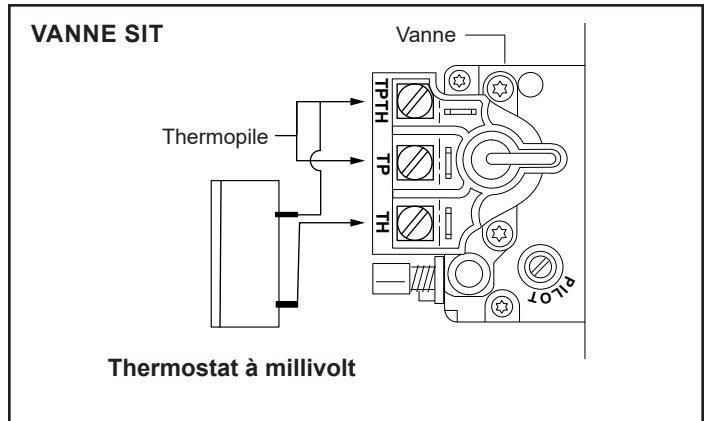

Figure 3.30– Installer le câblage sur le thermostat avant de le connecter à la vanne.
2. Connectez les fils du thermostat ou de l'interrupteur mural à la vanne (figure 3.30).